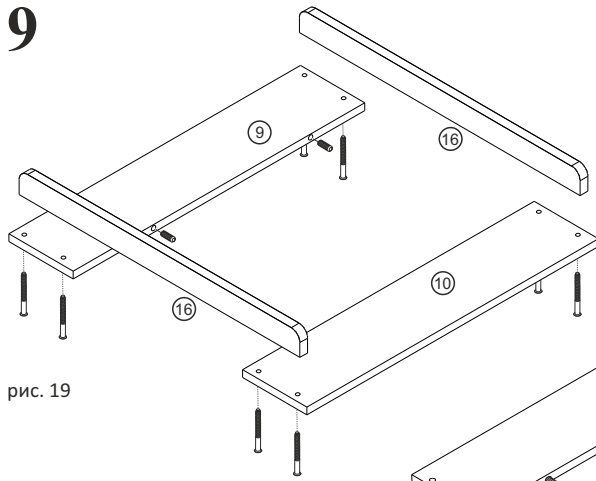

рис. 19
9. Согласно схеме (рис.19) соединить детали 9,10 и 16 между собой с помощью евроинтов 7X50 (№ 1). На деталь 10 согласно отверстиям закрепить планку крепежную (№ 4) с помощью саморезов 3,5x16 (№ 5). В деталь 10 установить шкант (№ 3).